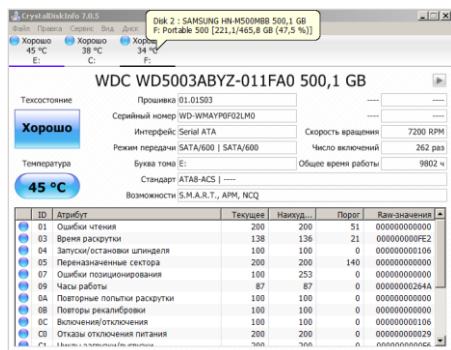
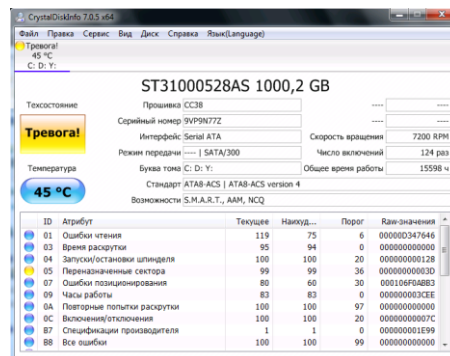

Рис. 58. Состояние диска нормальное
Рис. 59. Требуется замена диска
- 2 - после загрузки утилиты – выбрать интересующий жёсткий диск. В окне утилиты на индикаторе «Техсостоянии» отобразится оценка состояния выбранного диска (Рис. 58, Рис. 59).